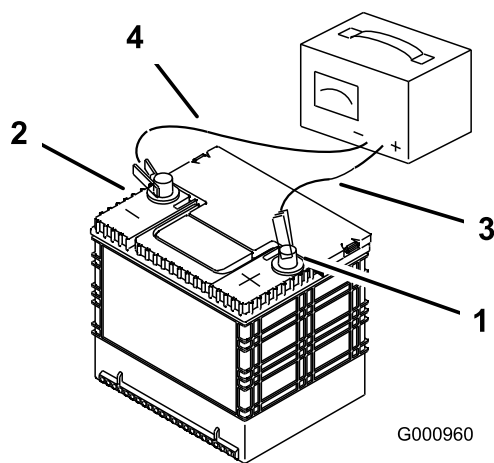

Figura 58
2. Cuando la batería esté completamente cargada, desconecte el cargador de la toma de electricidad, luego desconecte los cables del cargador de los bornes de la batería (Figura 58).